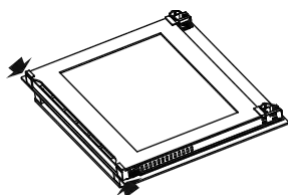
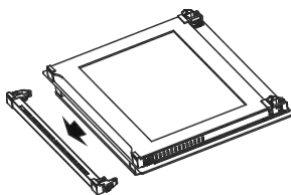
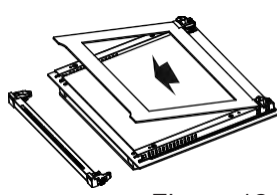

Figura 10
Figura 11
Figura 12
1. Presione los pestillos de plástico en los lados izquierdo y derecho como se muestra en la figura 10 y levante el perfil tirando de él hacia usted como se muestra en la figura 11. El cristal quedará libre después de que se retire el perfil, como se muestra en la figura 12. Tire con cuidado del cristal liberado hacia usted. Si es necesario, el cristal central también puede ser retirado de la misma manera. El cristal exterior está fijado al perfil de la puerta del horno. Puede limpiar fácilmente los cristales después de que éstos hayan sido separados. Una vez que se haya completado la limpieza y el mantenimiento, puede reemplazar los cristales y el perfil siguiendo el procedimiento anterior en la forma inversa. Asegúrese de que el cristal se coloca en la posición correcta y que el perfil quede bien colocado.